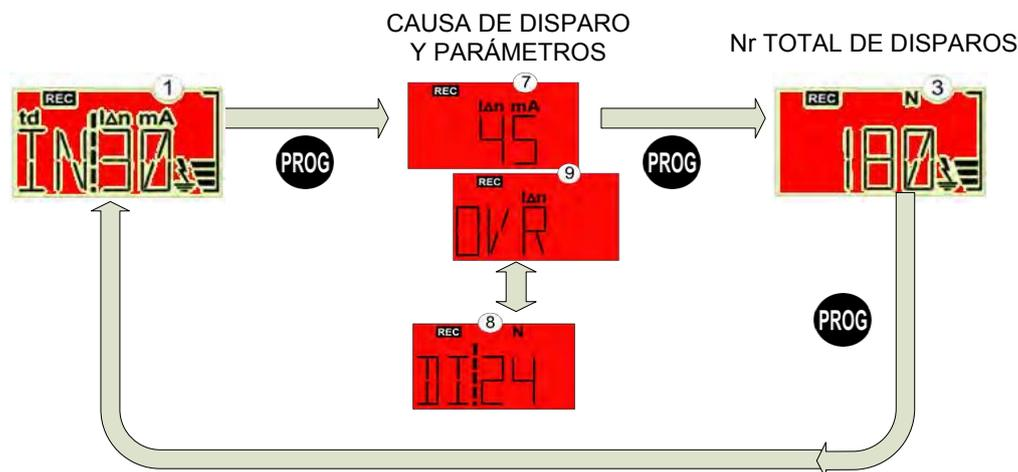

Fig. 4-4. - Schermate in stato di sgancio causate da dispersione a terra
Schermate ① e ③, Fig. 4-4 mostrano lo stesso di quanto indicato in 4.5.2.- ma lo sfondo è rosso.